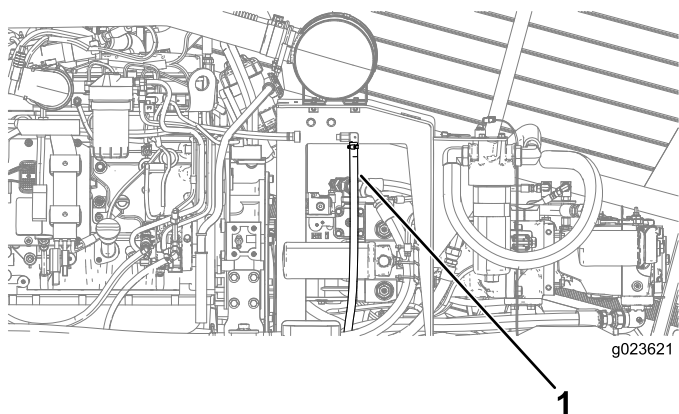

Рисунок 86
3. Осторожно вытяните вентиляционную трубку картера двигателя наружу (Рисунок 86).
4. Очистите конец вентиляционной трубки картера двигателя (Рисунок 86).